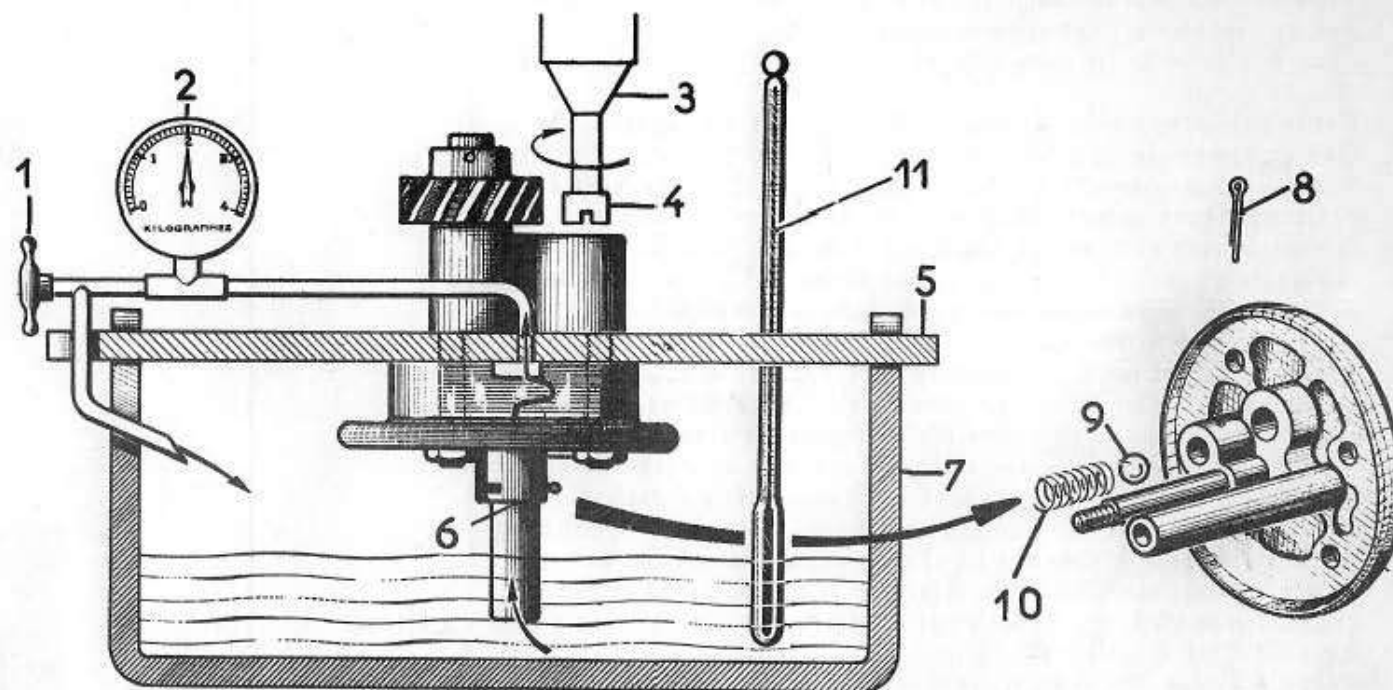

Fig. 28
118 - TARAGE de la POMPE à HUILE (POMPE DEPOSEE) (Fig. 28)
Poser la pompe à huile sur un montage permettant de mesurer la pression de la pompe (Fig. 28). Ce montage est constitué par un bac contenant de l'huile, une plaque support sur laquelle est fixée la pompe à huile et une tubulure de refoulement d'huile équipée d'un manomètre de 0 à 4 Kg et d'un robinet pointeau. L'entraînement de la pompe peut se faire par un tournevis femelle monté sur une perceuse, ou actionné directement par un moteur.
119 - REVISION de la POMPE à HUILE (Fig. 28 et 29)
Déposer la goupille (8 - Fig. 28) retenant le ressort (10) et la bille (9). Placer le ressort neuf, puis la goupille.